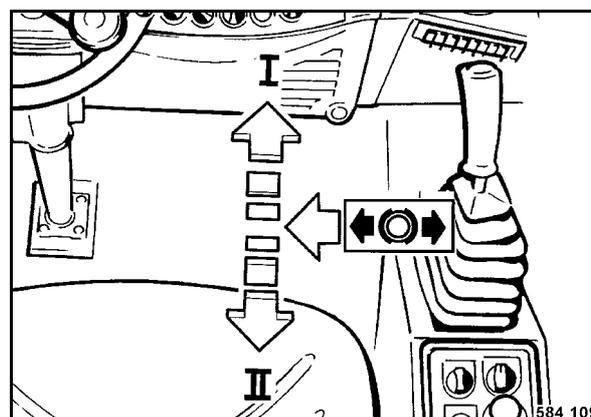

Рис. 58
- Высвободить рычаг движения (Рис. 58) из тормозного положения влево.